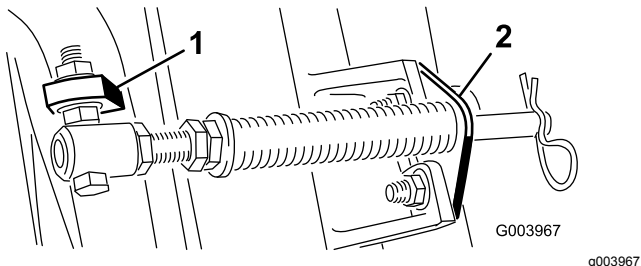

Bild 5
Hinweis: Positionieren Sie den Schraubenkopf zur Außenseite der Nase, wie in Bild 5 dargestellt.
- D. Montieren Sie die Stangenhalterung mit den Schlossschrauben und Muttern an den Schneideinheitnasen (Bild 5).